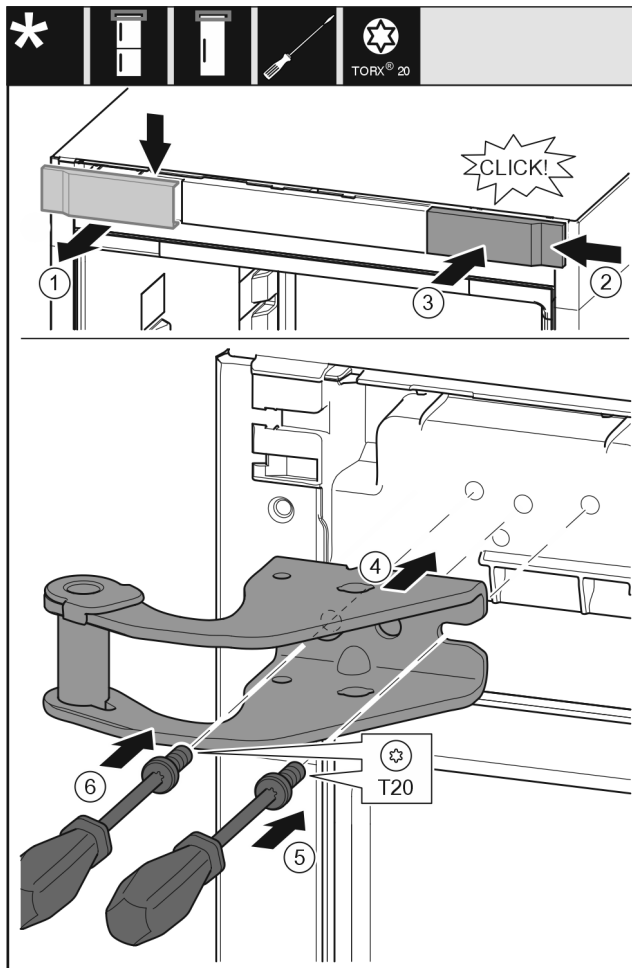

Fig. 12
- ▶ Wyjąć osłonę od góry do przodu. Fig. 12 (1)
- ▶ Osłonę obrócić o 180° założyć z drugiej strony od prawej. Fig. 12 (2)
- ▶ Zazębić osłonę. Fig. 12 (3)
- ▶ Założyć górną płytkę zawiasu. Fig. 12 (4)
- ▶ Śrubę założyć przy pomocy śrubokręta T20 i mocno dokręcić. Fig. 12 (5)
- ▶ Śrubę założyć przy pomocy śrubokręta T20 i mocno dokręcić. Fig. 12 (6)